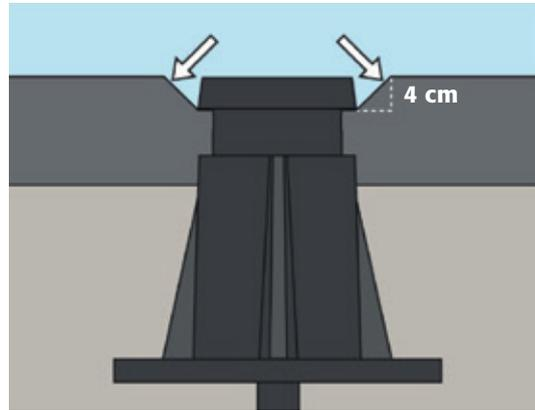

Abb. 4
8. Wichtig! Nach dem Einwalzen in die Tragschicht muss das Oberteil frei gemacht werden, damit es noch einmal zum Unterfüttern mit Asphalt auf Höhe gezogen werden kann. (**Abb. 4**) Richten Sie die Deckelkennzeichnung nach Vorschrift aus!